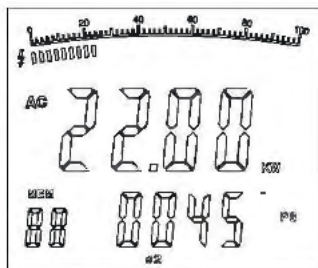

Рис. 9
2. После завершения измерения мощности 1-й фазы нажать **SEL**, чтобы выбрать №2. На двухуровневом экране отображается значение активной мощности кВт и угла фазы PG второй фазы 2, как показано на рис. 9